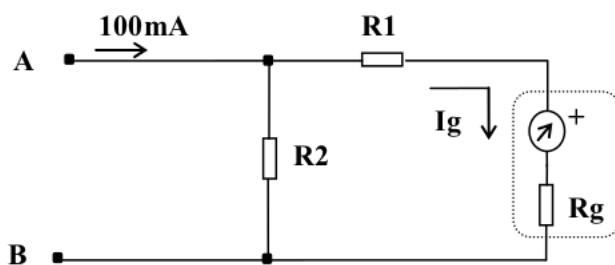

Figura 10: Circuito proposto para o miliampímetro.
1. Construa um miliampímetro com fundo de escala de 100 mA. Para isso, use o circuito da figura 10 com *Shunt de Ayrton*, calculando-se R_1 e R_2 . A resistência equivalente do miliampímetro será $(R_1 + R_g) \parallel R_2$. Adote para ela o valor de 100 Ω .